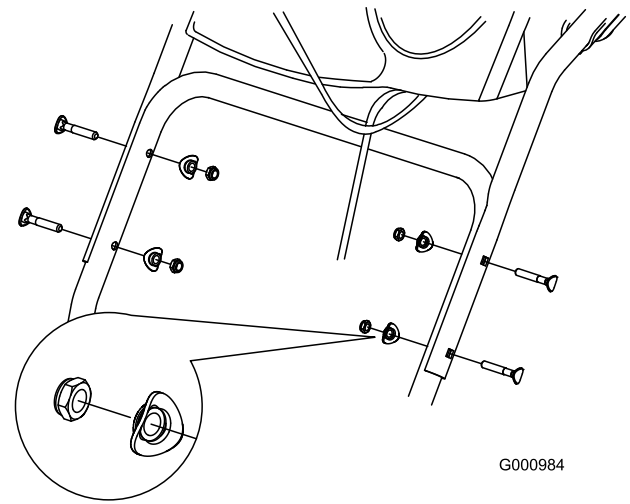

Figura 4
2. Fissate il gruppo stegola superiore con i quattro bulloni apposti, quattro rondelle curve e quattro dadi di bloccaggio a corredo nel sacchetto delle parti sciolte (Figura 4).